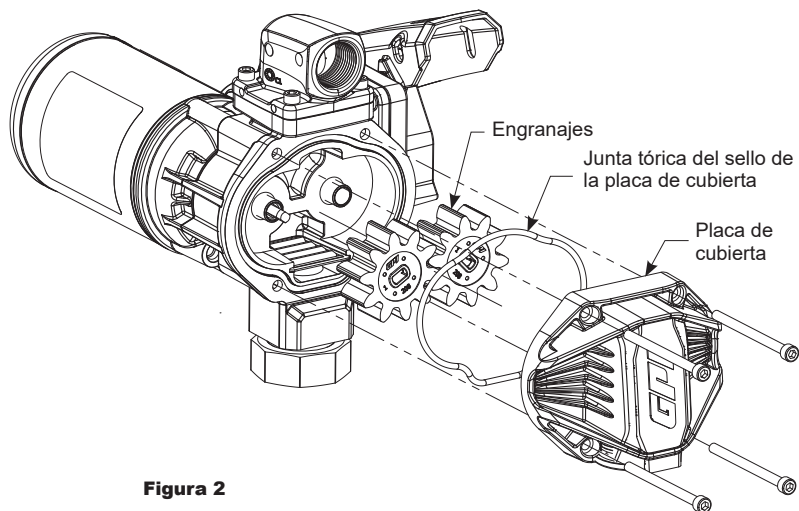

Figura 2
2. Con una llave hexagonal de 5 mm, retire la placa de cubierta del engranaje y la junta tórica (vea Figura 2).